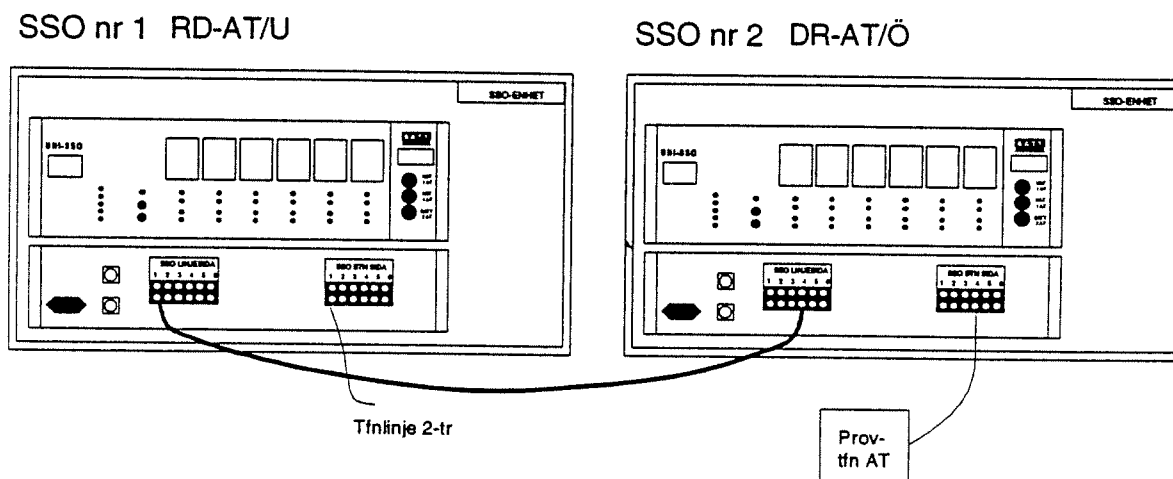

Bild 9. Inkoppling av RD-AT/U till tfnlinje och DR-AT/Ö till tfnapp.
- Koppla ihop par 1 (linjesida) i den ena stativlådan, SSO 1, med par 4 (linjesida) i den andra, SSO 2. Anslut telefonlinje till par 1 (stationssida) i stativlåda SSO 1 samt en provtelefon till SSO 2, par 4 (stationssida). Provtelefonen skall vara inställd för impulsering. Inkoppling, se bild 9 nedan.